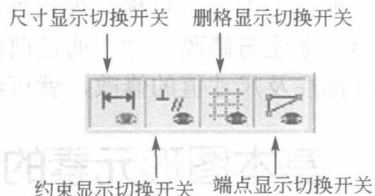

图 2-3 草绘设置工具按钮
(1) 草绘设置工具按钮 草绘设置工具按钮用于设置草绘时的显示状态，如图 2-3 所示。